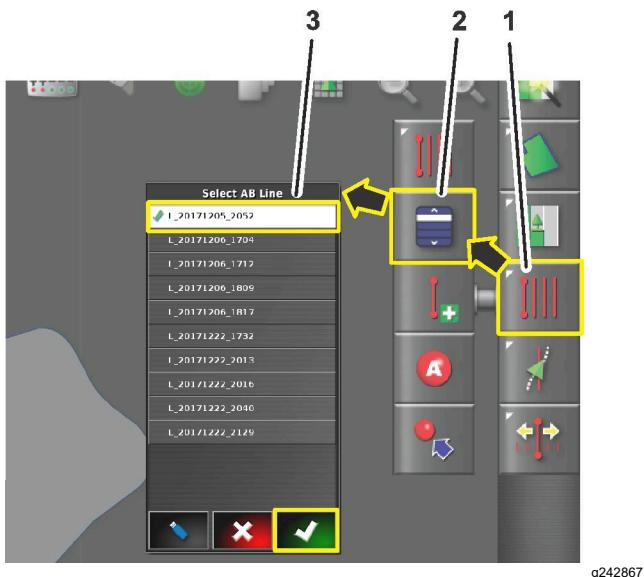

図 19
1. ガイドラインメニューアイコン図 19を押します。
2. ガイドラインアイコンの選択図 19を押します。
4. 直線または曲線のガイドラインの場合は、ABまたは曲線のガイドラインの選択ガイダンスアイコン(図 19)を押します。
5. 希望のガイドライン名のボックスを押し、確認アイコン(図 19)を押します。